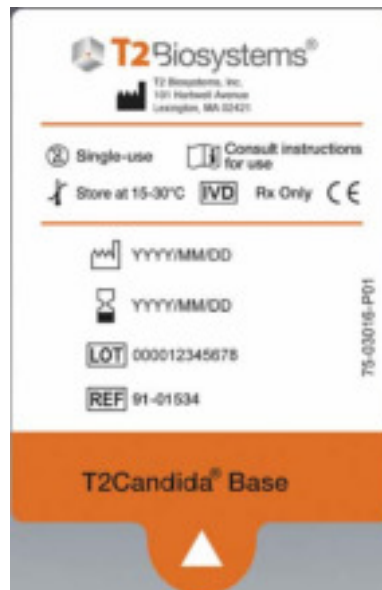

Abbildung 17. Beispiel der Chargennummer auf dem Etikett einer T2Candida-Kartusche
2. Gemäß *Gebrauchsanweisung* für Assays, das Präfix für Assays eingeben, gefolgt von der Lotnummer der Kartusche, die sich auf dem Etikett der Kartusche befindet (Abbildung 17). Beispiel: A02000012345678.